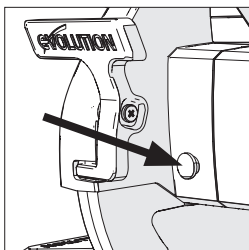
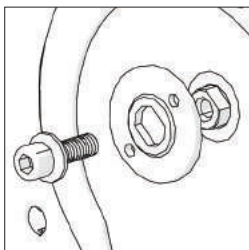
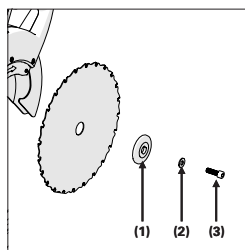

Fig. 26
Fig. 27
Fig. 30
**Waarschuwing:** De asschroef is een linksdraaiende schroefdraad. Draai met de klok mee om los te maken. Draai tegen de klok in om vast te zetten. Duw op & houd de as-slot-knop op de motor behuizing ingedrukt als u de asschroef draait met de meegeleverde inbussleutel tot de knop compleet in de schacht valt en hierin vast blijft zitten. (Fig.26) Verwijder hierna de asschroef, ring, en buitenblad flens. (Fig.27)
Plaats de buitenste flens **(1)** (vlakke kant op de machine), ringen **(2)** en asschroef **(3)**. **(Fig. 30)** Duw op & houd de as-slot-knop op de motor behuizing ingedrukt als u de asschroef draait met de meegeleverde inbussleutel tot de knop compleet in de schacht valt en hierin vast blijft zitten. **(Fig. 26)**